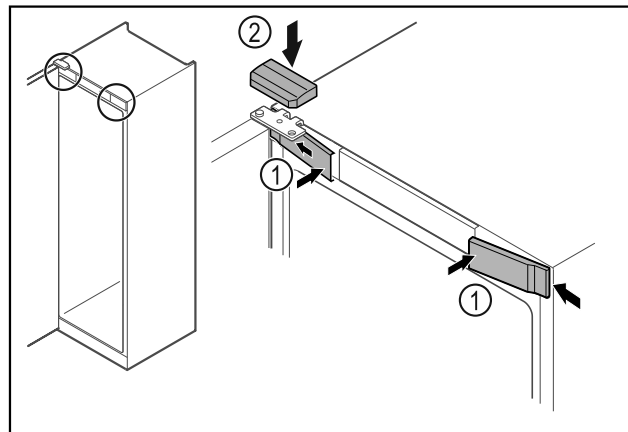

Fig. 49 *
- ▶ Akassza be oldalt az elülső burkolatokat Fig. 49 (1), majd pattintsa be.*
- ▶ Felülről pattintsa be a felső burkolatot Fig. 49 (2)*